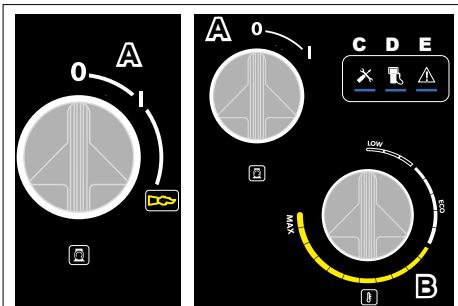

Abb. 11
N.B. Um die Anzeigen der rückzusetzen, muss der Hauptschalter „A“ auf „0“, und dann auf „I“ gedreht werden (Abb. 11).
Bei Betrieb mit Heißwasser von den Abgasöffnungen fernhalten (Verbrühungsgefahr). Nach Beendigung des Betriebs „Phase Dampf“, den Thermostatknopf „B“ auf die Position „0“ drehen (Abb. 11), das Gerät ca. 3 Minuten bei geöffneter Pistole abkühlen lassen. 3 Minuten bei geöffneter Pistole